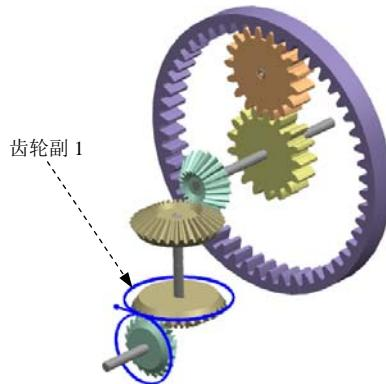

图 5.5.9 定义齿轮副 1
(1) 选择下拉菜单 **插入(S)** → **传动副(E)** → **齿轮副(G)...** 命令，系统弹出“齿轮副”对话框。
(2) 定义齿轮的参考运动副。单击“齿轮副”对话框中的 **第一个运动副** 区域下 **\*选择运动副(O)** 按钮，在运动导航器的“Joints”节点下选取旋转副 J001 为齿轮的第一个运动副；单击 **第二运动副传动** 区域下 **\*选择运动副(O)** 按钮，选取旋转副 J002 为齿轮的第二个运动副。
(3) 定义参数。在“齿轮副”对话框设置区域的比率文本框中输入值 20/30，其余参数接受系统默认设置。
(4) 单击确定按钮，完成齿轮副的定义，如图 5.5.9 所示。